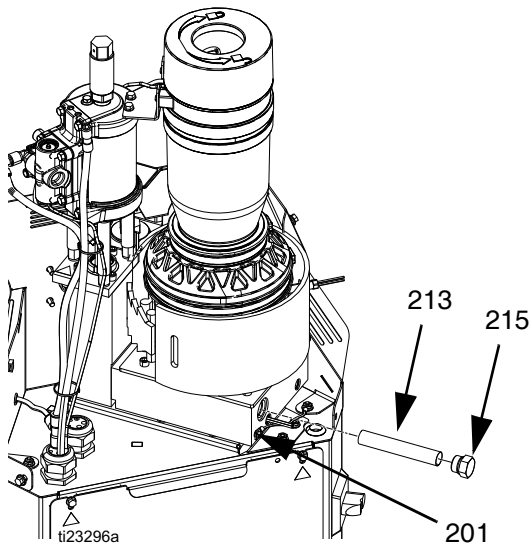

ABB. 24
HINWEIS: Um sicherzustellen, dass Klebstoff gelförmig und nicht flüssig ist, Einlassfilterkappe (215) nicht entfernen, wenn die Temperatur über der gewünschten Temperatur liegt. Ist die Temperatur zu niedrig, kann die Klebstoff-Viskosität zu hoch sein, um den Einlassfilter (213) zu entfernen. Siehe ABB. 24, Seite 42.